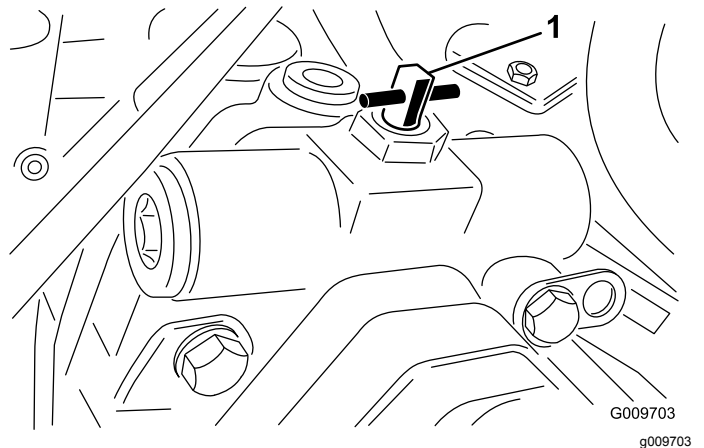

**Figura 62**
2. Conecte una manguera hidráulica entre el acoplamiento diagnóstico del colector de tracción trasera, y el punto de prueba de presión de tracción en marcha atrás (Figura 62).